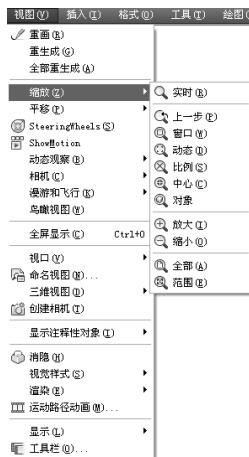

图 9-1 视图缩放命令
- 下拉菜单: 选择“视图→缩放”命令, 如图 9-1 所示, 根据需要选择具体命令。